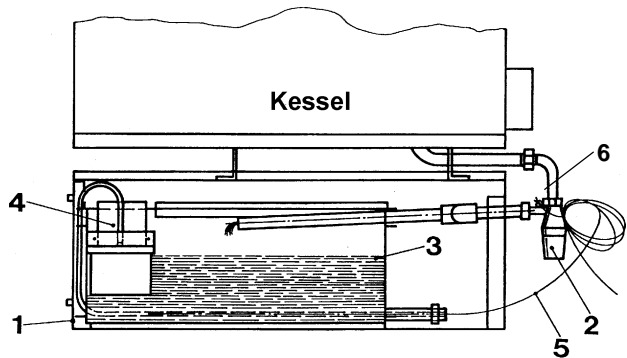

Abb. 3-32: Kondensatableitung in hochgelegenen Anschluß der Abflußleitung bei Verwendung des Rapido-Spezialkesselsockels Typ 02 (K).
In manchen Fällen - weil von den Behörden vorgeschrieben oder ein Kondensatablauf mit natürlichem Gefälle nicht möglich - ist es notwendig, das Kondensat in eine höher gelegene Abflußleitung zu fördern. Für diesen Bedarfsfall eignet sich besonders der Rapido-Spezialkesselsockel Typ 02 (K) (Abb. 3-32), der mit der Rapido-Kondensatförderanlage, bestehend aus einem Kondensat-Sammelbehälter aus Kunststoff, einer vollautomatischen Kondensatförderpumpe mit Schwimmer-Regel- und Sicherheitsschaltung sowie einem Silikonschlauch für die Verbindung zur häuslichen Abflußleitung ausgerüstet ist. Die maximal mögliche Förderhöhe der Kondensatpumpe beträgt 10 m ab Unterkante Kessel.